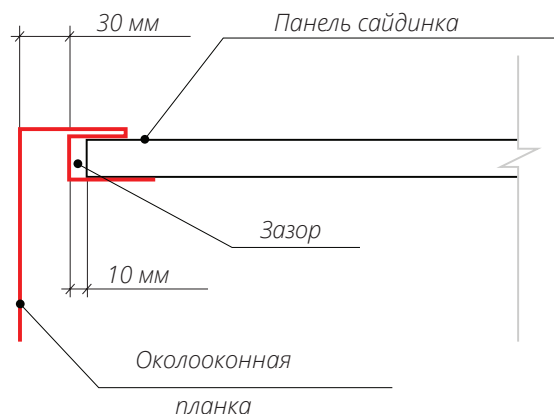

Рис. 21
- Подготовьте панели, примыкающие к проему снизу. Если под проемом не установлен Н-профиль, вырез делается на ширину оконного проема с учетом размера Околооконной планки и зазора, необходимого для того, чтобы можно было вставить панель в Околооконную планку (рис. 21).
необходимый вырез, как показано на схеме (рис. 21). Вырез должен быть шире проема на 80 мм. Глубина выреза должна позволить смонтировать панель без зазоров и деформаций.